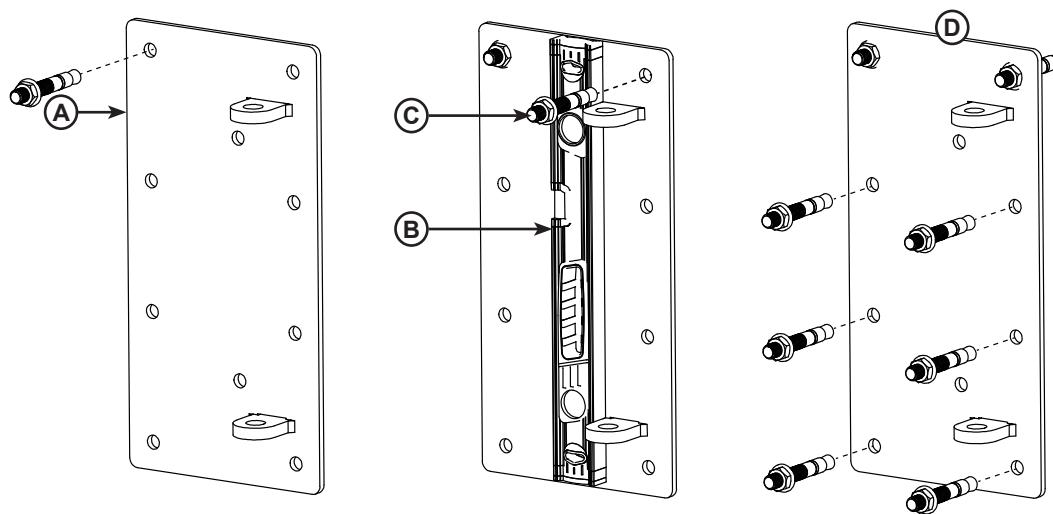

Figure 7
1. En commençant par un trou de fixation supérieur, percer le premier trou d'ancrage à l'aide d'un perforateur muni d'une mèche à béton de 5/8 po. Poser un boulon d'ancrage dans le premier trou (**A**) sans trop serrer. Voir **figure 7**.